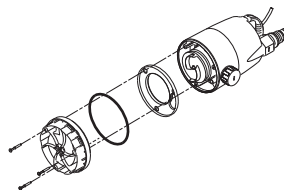

Fig. 13 Afmontering af bundstykke
3. Afmonter bundstykket. Se fig. 13.